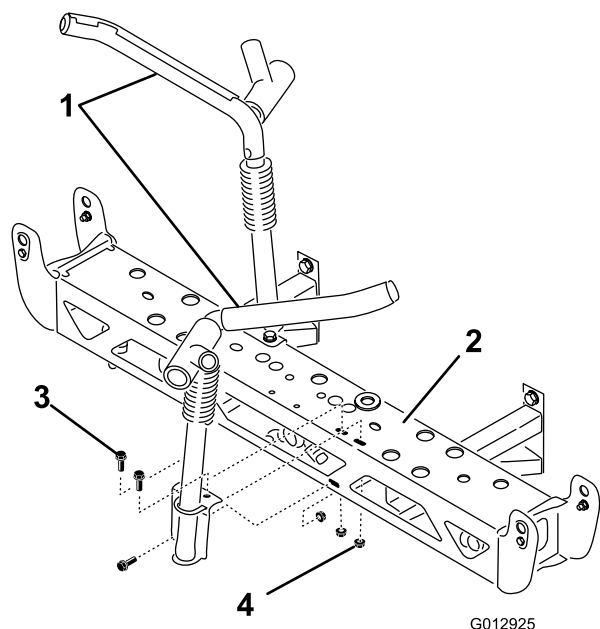

Figura 28
2. Installate i supporti per il trasferimento delle barre sulla barra centrale usando 6 bulloni (3/8 x 1-1/4 poll.) e 6 dadi di bloccaggio (3/8 poll.). Orientatevi come illustrato in Figura 28.